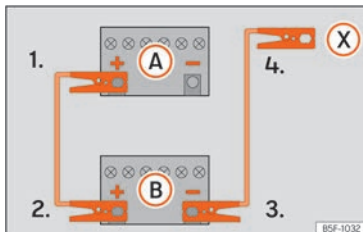

Abb. 43 Anschlusschema für Fahrzeuge ohne Start-Stop-System.
zeugs mit der entladenen Fahrzeugbatterie (A) »» » **Abb. 43**.
3. Klemmen Sie das andere Ende des roten Starthilfekabels an den Pluspol (+) des Strom gebenden Fahrzeugs (B).
- 4a. Bei Fahrzeugen ohne Start-Stop-System: klemmen Sie ein Ende des schwarzen Starthilfekabels an den Minuspol (-) des stromgebenden Fahrzeugs (B) »» » **Abb. 43**.